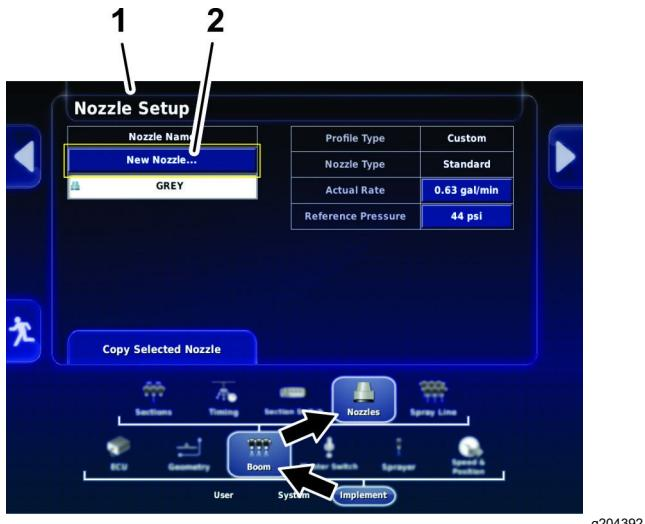

図 76
- 機材アイコン、ブームアイコン、ノズルアイコンを押す図76。
- ノズル設定画面で、画面上部の新ノズル...アイコンを選択する図76。